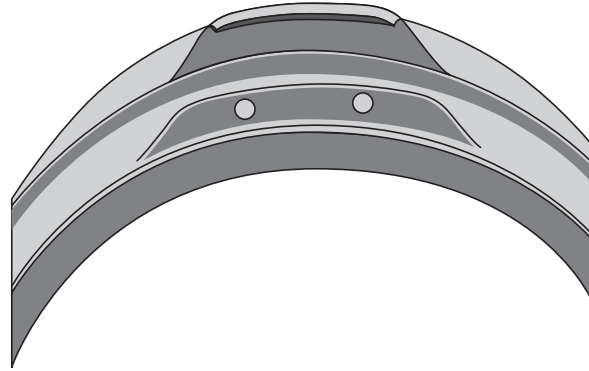

Fig. 4
- Perfora lentamente cada orificio asegurándote de que la broca pase completamente a través de la línea de la mandíbula inferior, pero no dañes ni perfores ninguna otra parte de la careta (Fig. 4). Cualquier exceso de plástico presente alrededor de los orificios recientemente perforados se puede eliminar con una lima.